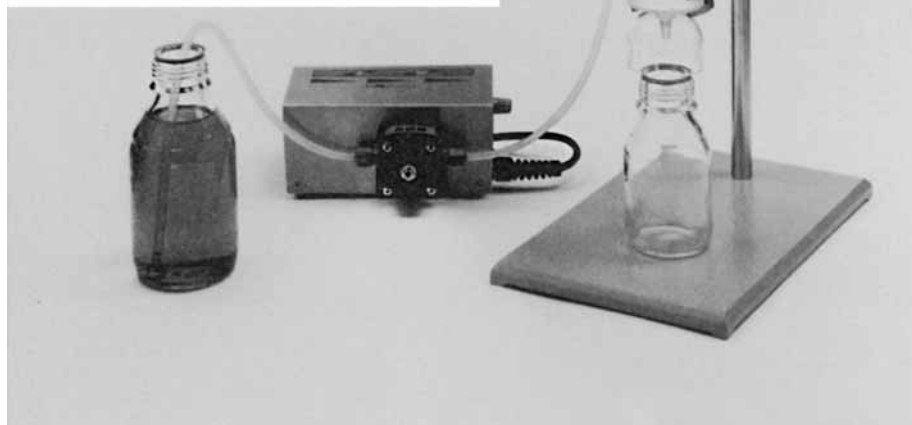

Abb. 3/Fig. 3
6.5. Senza toccare il lato sterile, togliete l'unità filtrante dalla confezione e montatela sul recipiente del filtrato usando uno stativo (vedi fig. 3).